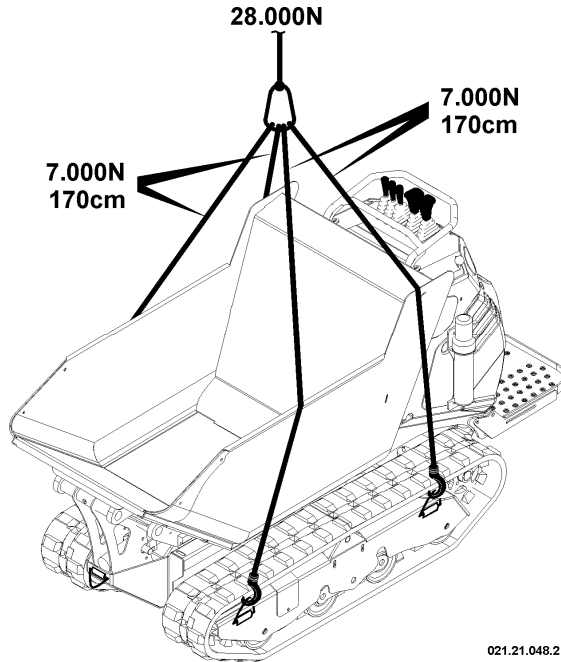

Abb. 44 – Verankerungspunkte für den Hebevorgang
- Hebevorgänge ausschließlich in den vom Hersteller vorgesehen Verankerungen anbringen (*Abb. 44*);